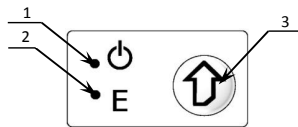

Рисунок 2. Панель управления
3. Панель управления (смотрите рисунок 2).